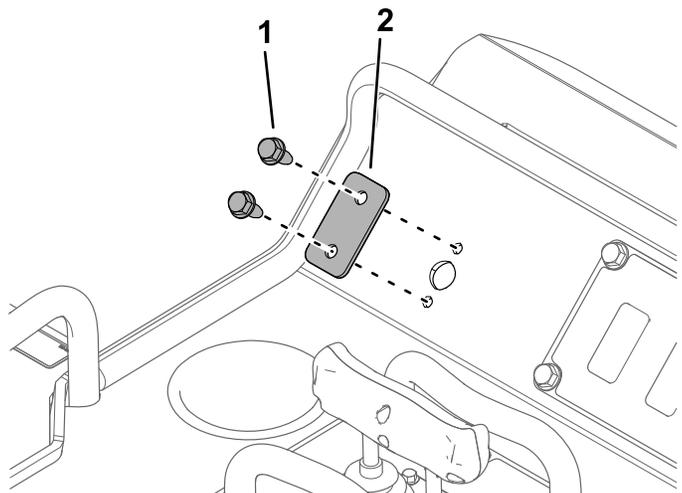

Figura 2
1. Retire los 2 tornillos autorroscantes y la placa del panel de control (Figura 2). Deseche la placa.